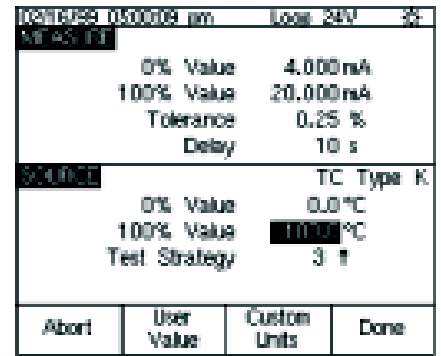

图 21
3. 按 As Found 软键，再按 键，以选择 Instrument 校准。将光标移到 Tolerance，并输入适当的测试误差值（在这个例子中为 0.25%）。验证 0% Value 和 100% Value 都是变送器的正确的标称工作值（proper, nominal operating value）（在这个例子中为 0.0℃-100.0℃，见图 21）。如果以前为了进行校准，曾经修改过低量程值（0%-LRV）和高量程值（100%-URV），您需要输入其标称值。例如，如果上次校准时曾修改 URV 为 100.2℃，那么您需要手工地为 100% Value 输入 100.0℃。输入标称的零点和满量程（span）数值保证误差计算正确。